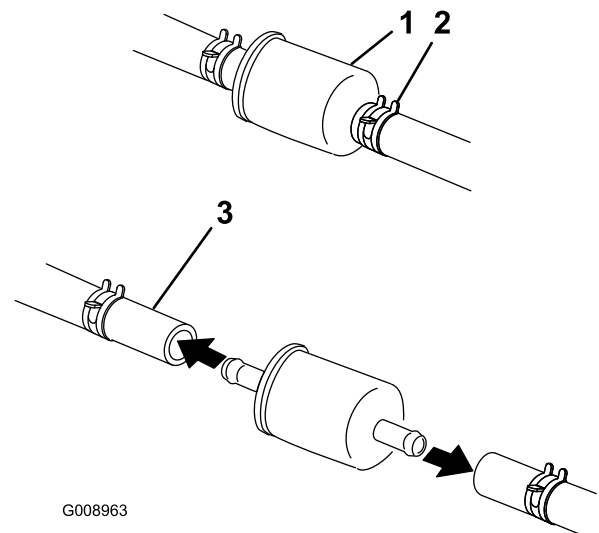

Bild 47
5. Schließen Sie den Kraftstoffhahn hinter dem Sitz (Bild 47).
6. Drücken Sie die Enden der Schlauchklemmen zusammen und schieben Sie sie vom Filter weg (Bild 47).
8. Setzen Sie einen neuen Filter ein und schieben Sie die Schlauchklemmen an den Filter heran (Bild 47).